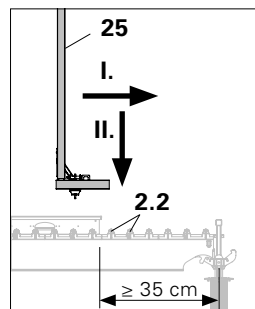

Fig. A8.04a
(Fig. A8.04a)
2. Déplacer le Montant de garde-corps SD (25) d'abord en direction de la rive du bâtiment (I.), puis vers le bas (II.) (Fig. A8.04a)